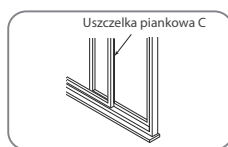

Rys. 9
2. Włóż adapter okienny do otworu okna. (Rys. 9)